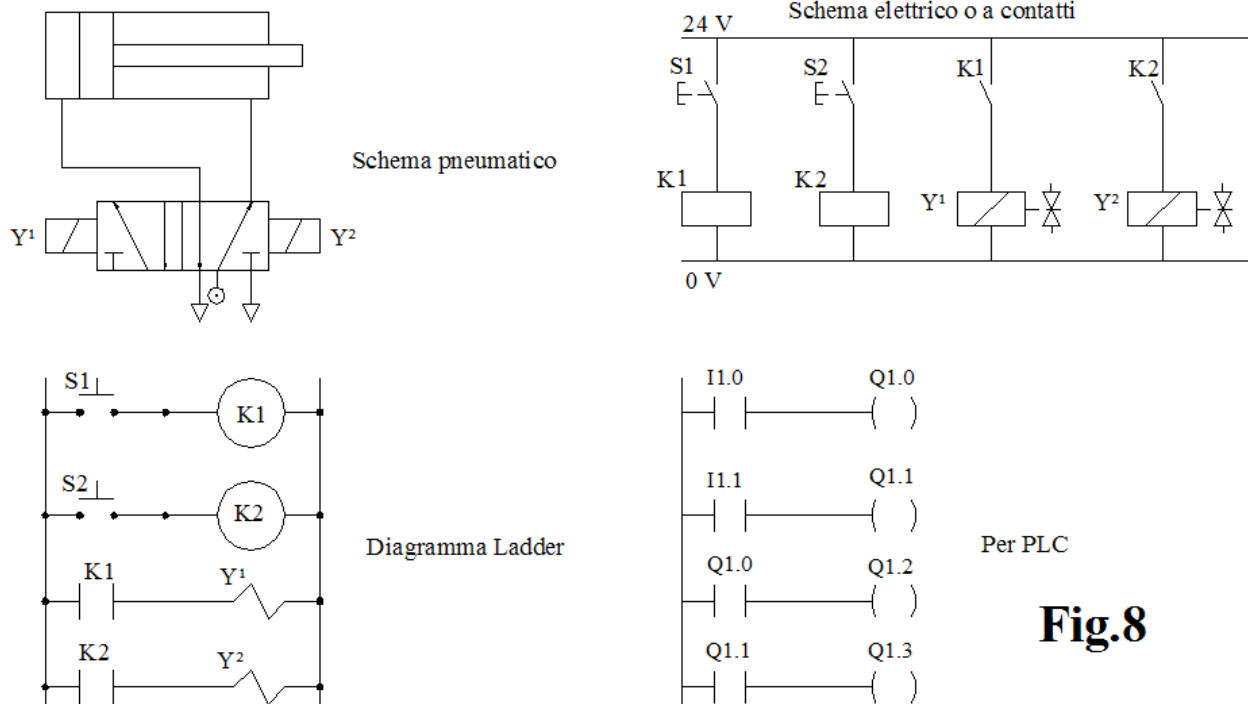

Fig.8
8) Comando **indiretto** di un cilindro a doppio effetto (CDE) da due diverse posizioni. (Fig. 8)